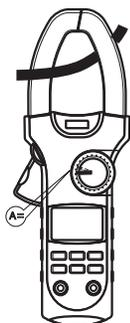

图 10
8. 直流电流测量 (A) (见图10)
注意: 电流测量功能必须在0°C~40°C之间操作,在直流电流测量时,如果读数为正值,则电流的方向为由上到下(见图10:面板为上,底盖为下)。按住扳机不要突然松开,霍尔元件是一种敏感器件。除了对磁敏感外,对热、机械应力均有不同程度的敏感,撞击会短时间引起读数变化。